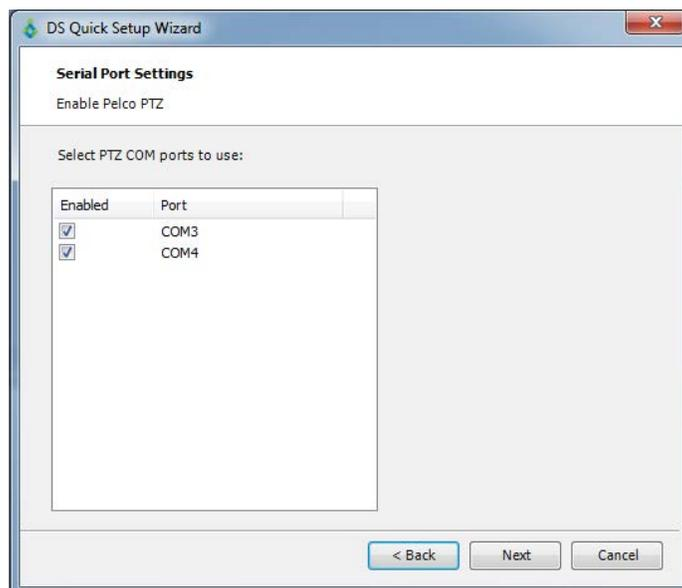

Рис. 15. Диалоговое окно Serial Port Settings (Настройка последовательного порта)
8. Появляется диалоговое окно Serial Port Settings (Настройка последовательного порта) (см. рис. 15 на стр. 16). Это даст возможность использовать камеры с панорамированием, наклоном и трансфокацией через выбранные COM-порты. Предусмотрены два порта связи COM для каждого кодера.